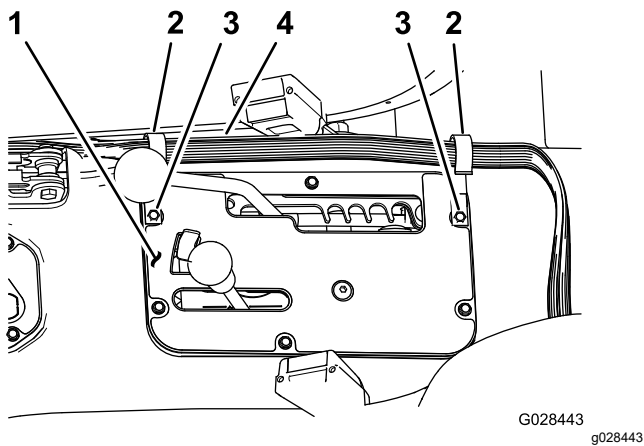

Figure 21
- À l'aide des vis existantes, fixez les 2 clips en J dans la console centrale, aux emplacements indiqués à la Figure 20 ou la Figure 21.